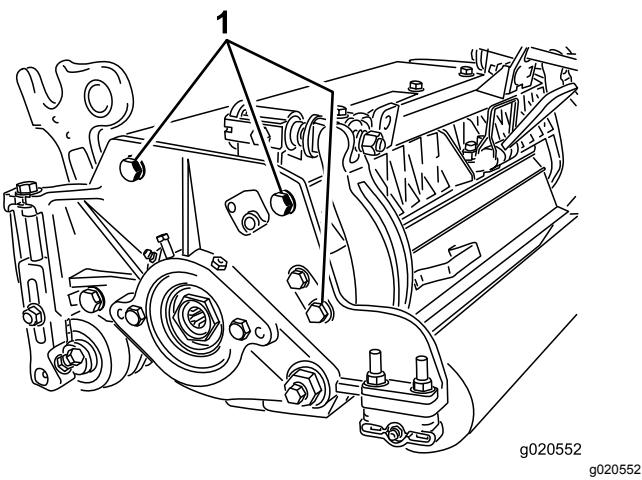

Figura 20
**Nota:** La posición del rodillo trasero respecto al molinete es controlada por las tolerancias de mecanizado de los componentes ensamblados, y no es necesario ajustar el paralelismo. Es posible hacer ajustes limitados colocando la unidad de corte en una chapa plana y aflojando los tornillos de montaje de las chapas laterales (Figura 20).